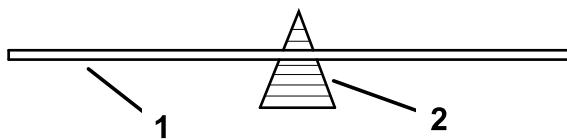

Figure 41
2. Pour les lames droites seulement, vérifiez l'équilibrage de la lame en la plaçant sur un équilibrEUR (Figure 41).